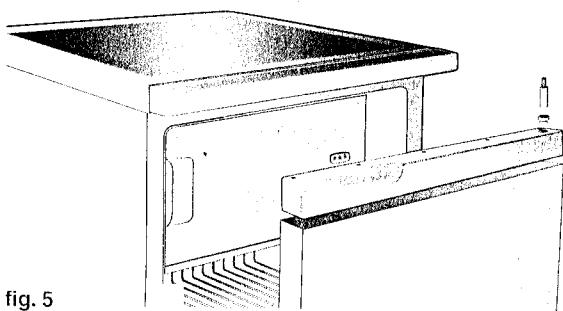

fig. 5
- E) Non coprite mai la griglia d'aerazione sistemata sulla parte posteriore del piano di lavoro (table top) fig. 5.
MONTAGGIO GRIGLIA DI AREAZIONE [FIG. 5]
- E) Under no circumstances should the ventilation grid at the back edge of the work surface ever be covered (fig. 5).
ASSEMBLY OF THE VENTILATION GRID [FIG. 5]
MANIGLIE ORIZZONTALI MONO-PORTA (Fig. 5):
SINGLE DOOR HORIZONTAL HANDLES (fig.5)